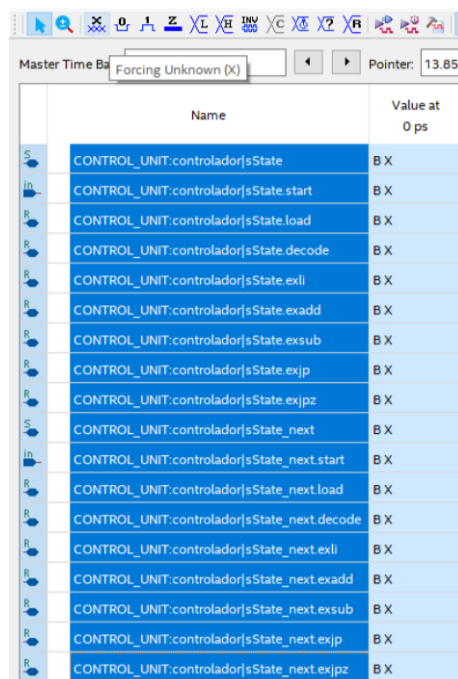

Figura 9. Establecimiento de valores desconocidos a las señales de estados.
10. Seleccione las señales del controlador y establezca dichas señales como valor desconocido (**Forcing Unknown**) dando clic en el ícono , como se visualiza en la Figura 9.